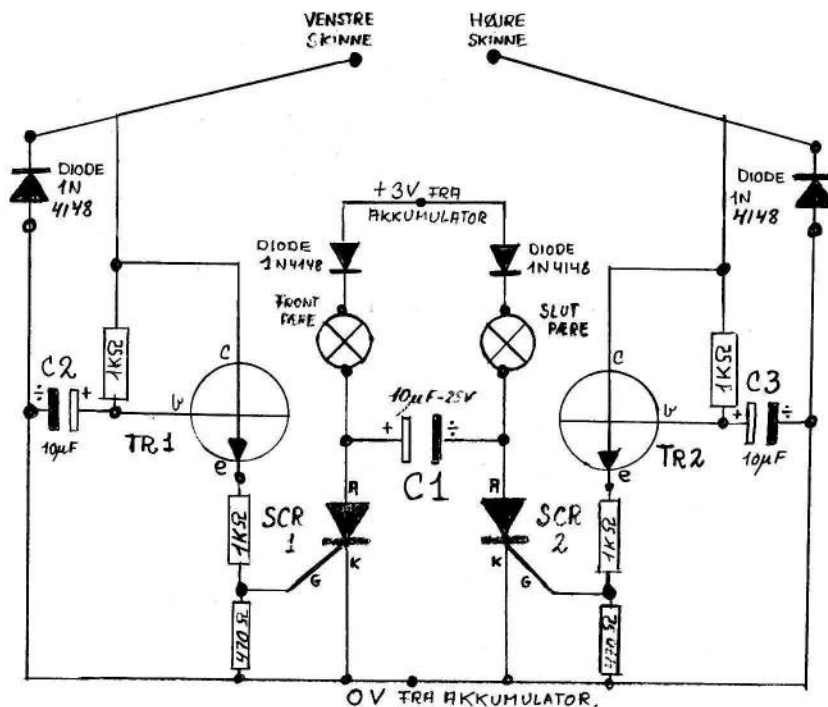

FIG. 5 - DIAGRAM OVER STYREPRINT.
d.v.s. kondensatoren har en bestemt kapacitet, som måles i Farad (i vort tilfælde i  $\mu\text{F}$  - mikrofarad (milliontedele Farad)). På nogle kondensatorer kan elektronerne "bytte plade". Hvis kondensatoren forbindes som vist på fig. 5, hvor man også genkender de to transistorer og de to thyristorer, vil dens ladning kunne flyttes fra den ene plade til den anden (punkterne a og b) via thyristorerne. Som det ses af diagrammet over virkemåden, vil noget sådant medføre, at pærespændingen på den ene side af systemet
Det skal tilføjes, at dette kræver en såkaldt bipolar kondensator (én, der ikke har nogen fast + og  $\div$  side). Men som det også ses af fig. 5, har jeg anvendt en elektrolytkondensator (med + og  $\div$ ). Det viste sig, at systemet virkede alligevel, og da elektrolytkondensatoren fyldte